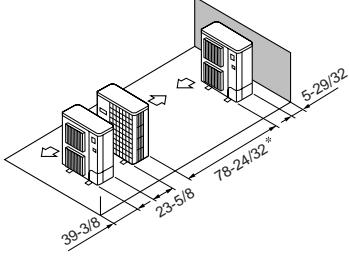

Fig. 2-12
⑤ Disposition pour un seul appareil parallèle (Fig. 2-12)